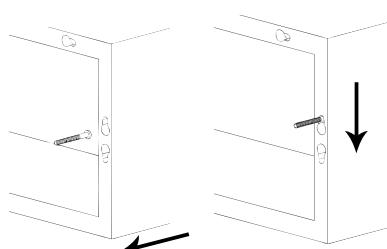

Figura 3
PASO 3: Cuelgue cada estante al ubicar los ojos de la cerradura sobre los tornillos y al aplicar una ligera fuerza hacia abajo, como se muestra en la **Figura 3**.